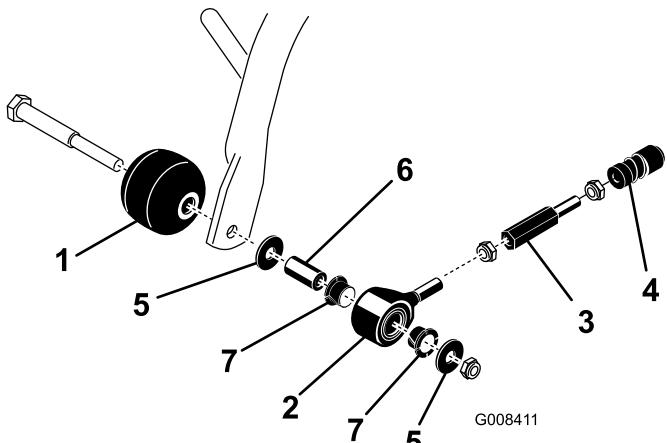

Figure 9
- À l'aide d'un arbre, d'une entretoise, de rondelles et d'un contre-écrou, montez un galet anti-scalp et un ensemble tirant à l'extrémité extérieure de chaque bâti porteur avant (Figure 9). Veillez à disposer les composants comme illustré et vérifiez que les bagues en nylon sont engagées dans l'ensemble tirant.